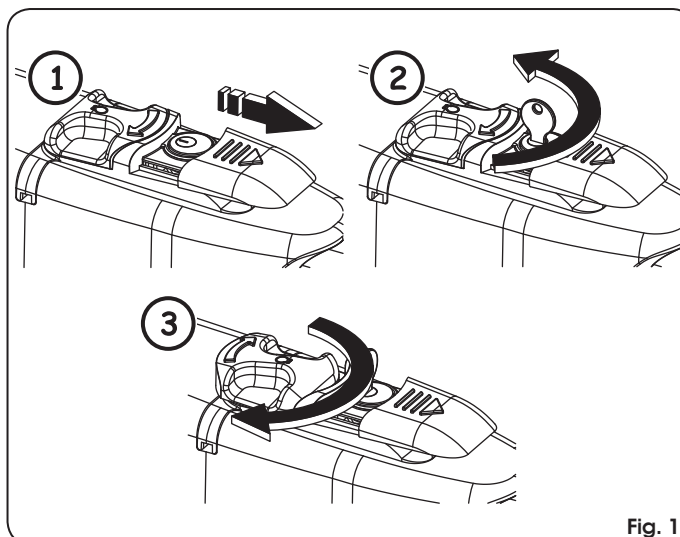

Fig. 1
2. Dra skyddslocket åt sidan, Fig. 1/1.
3. Sätt i nyckeln och vrid den 90°, Fig. 1/2.
4. För att låsa upp motorspelet vrider man manöverspaken 180° i den riktning som anges av pilen som sitter på frikopplings-systemet, Fig. 1/3.